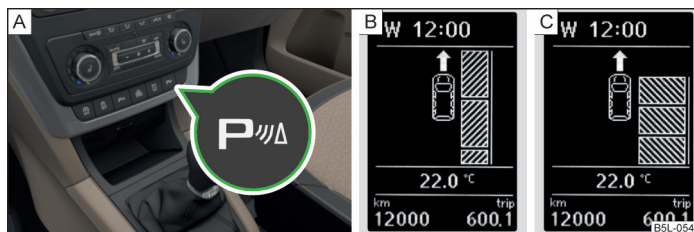

Fig. 122 Tasta sistem / Afișajul ecranului
Când sistemul este activ, luminează în tastă lampa de control P  » fig. 122 la pagina 148 - [A].
- Apăsăți o dată tasta simbol P_{\oplus} » fig. 122.
Pe afișaj se afișează următoarele » fig. 122 - [B].
- Apăsăți de două ori tasta simbol P_{\oplus} » fig. 122.
Pe afișaj se afișează următoarele » fig. 122 - [C].
- Apăsați o dată tasta simbol P  » fig. 122 la pagina 148.